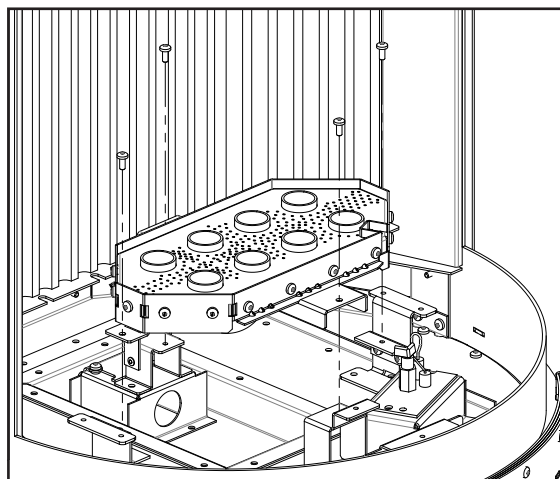

Figure 43: Retrait du brûleur
Retirez les quatre (4) vis fixant le bac du brûleur à l'aide d'un tournevis T20. Tournez le brûleur vers le haut et soulevez-le (voir la Figure 43).